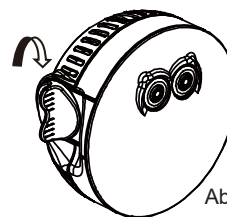

Abbildung 4
4. Drehen Sie den Batteriegehäuse-Verschluss (1) mit der Hand fest (siehe Abbildung 4).